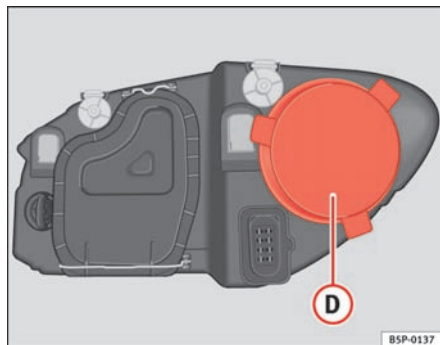

Fig. 192 Luz de población
- Retire la tapa ⇒ fig. 192 ① tirando de la misma.